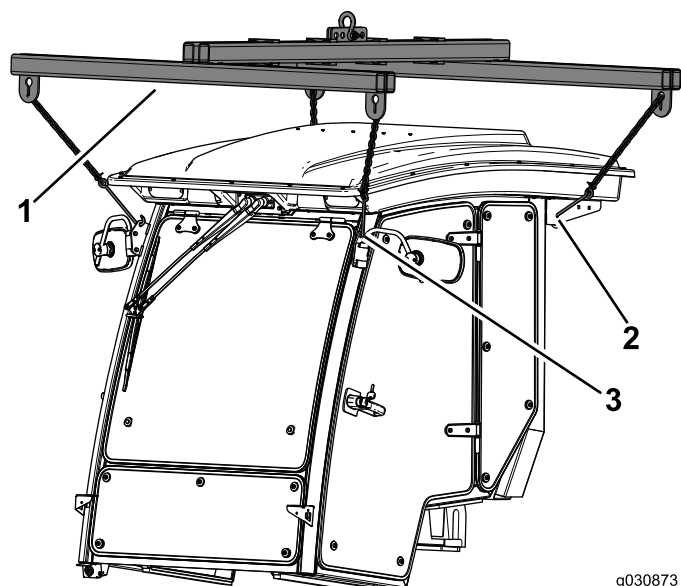

図 23
1. 吊り上げポイント4ヶ所を使って、キャブを機体の上につす 図 23。